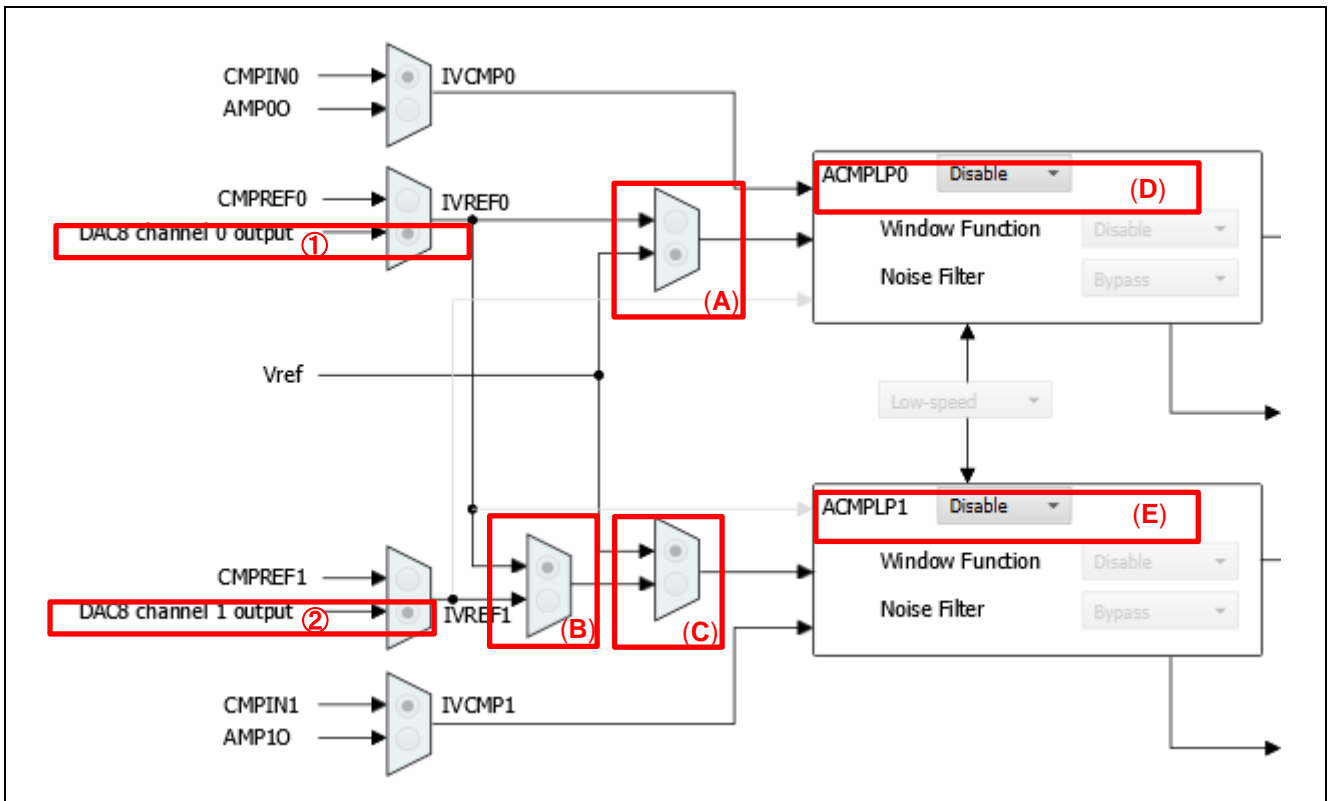

図 3-5 ACMPPLP の設定例
##### ■ ACMPLP の「DAC8 channel 0 output」を選択した場合(図 3-5 の①)
- 図 3-5 の(A)で Vref を選択した場合
- ACMPLP0 を「Disable」に選択した場合(図 3-5 の(D))
- 図 3-5 の(B)で IVREF0 を選択、図 3-5 の(C)で Vref を選択、かつ ACMPLP1 を「Enable」に選択した場合(図 3-5 の(E)を Enable に設定)
上記 ACMPPL0 の設定では図 3-5 の①の設定が無効となります。そのため、図 3-5 の①を「DAC8 channel 0 output」から「CMPREF0」に変更してください。
■ ACMPPLP の「DAC8 channel 1 output」を選択した場合(図 3-5 の②)
- 図 3-5 の(B)で IVREF0 を選択した場合
- 図 3-5 の(C)で Vref を選択した場合
- ACMPPLP1 を「Disable」に選択した場合(図 3-5 の(E))
上記 ACMPPLP1 の設定では図 3-5 の②の設定が無効となります。そのため、図 3-5 の②を「DAC8 channel 1 output」から「CMPREF1」に変更してください。